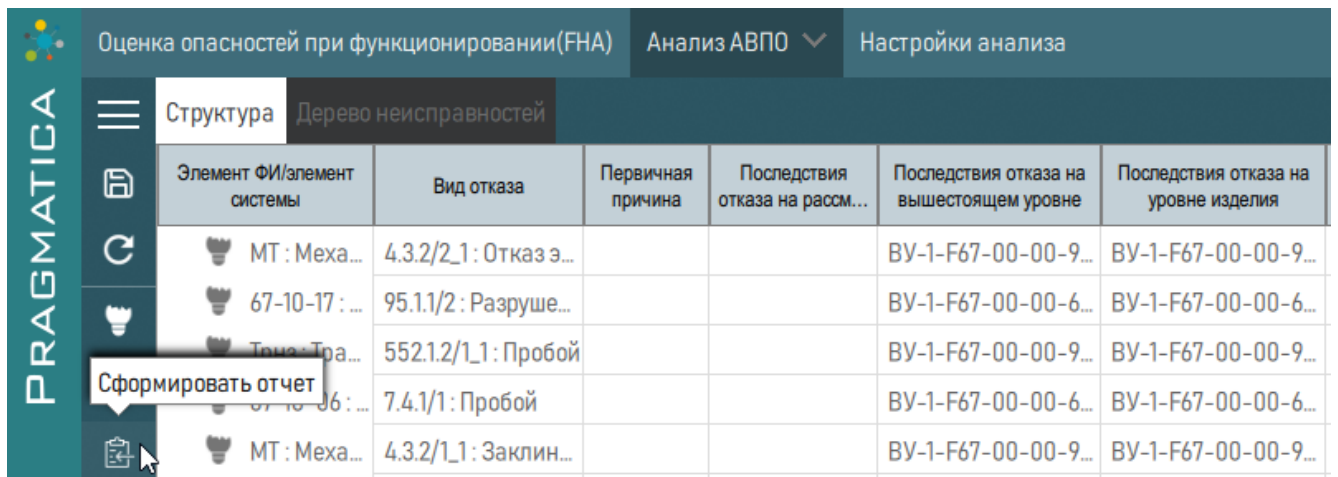

Рисунок 258 – Формирование отчета по АВПО
- 1) Нажать кнопку  «Сформировать отчет», расположенную слева на панели (рисунок 258).